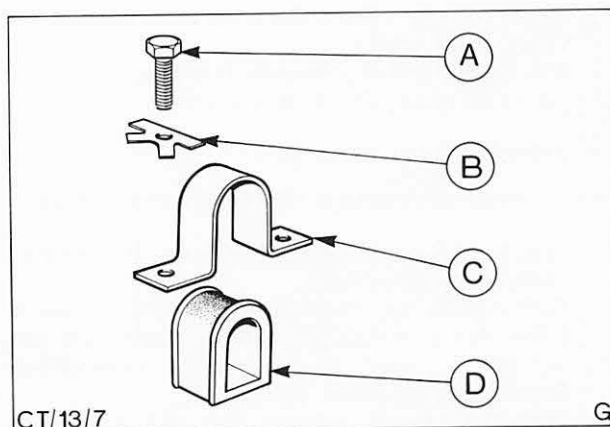

Abb. 22 Befestigungsteile – Lenkgetriebe
13. Lenkgetriebe unter Verwendung neuer Sicherungsbleche mit den Klemmschellen und Schrauben befestigen. Schrauben festziehen und Sicherungsbleche umbiegen. Abb. 22.